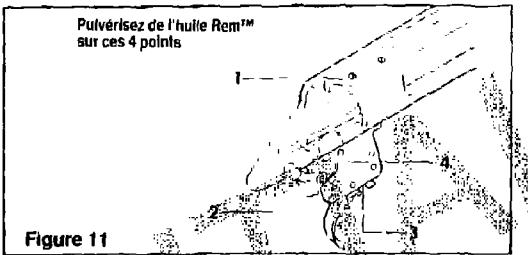

Figure 11
- 6 Pulvérisez de l'huile Rem™ sur la culasse et les 4 points du mécanisme de détent. Voir la figure 11. Laissez l'huile agir pendant 15 minutes. Pulvérisez de nouveau pour nettoyer les pieces. Secouez l'ensemble pour éliminer l'huile en excès